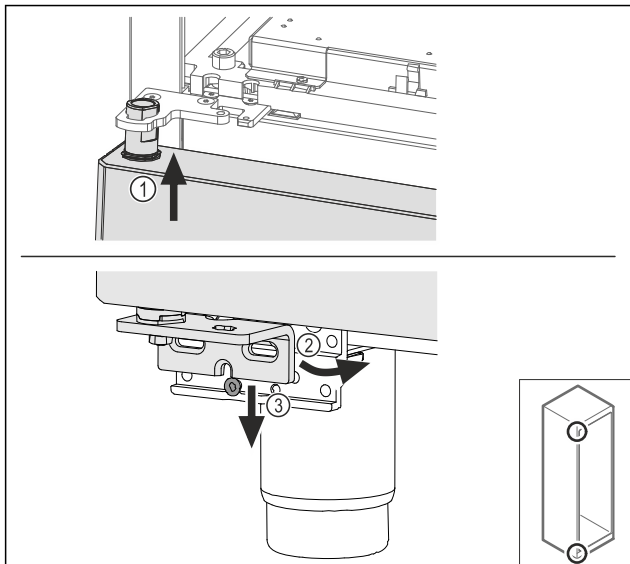

Fig. 68
- ▶ Pange uks veidi kallutatult sisse Fig. 68 (1), joondage uks sirgelt välja Fig. 68 (2) ja asetage all laagripuki poldile Fig. 68 (3).